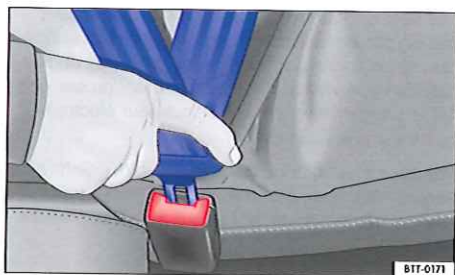

Fig. 65 Insertion du pêne de la ceinture de sécurité dans le boîtier de verrouillage.
- Insérez fermement le pêne dans le boîtier de verrouillage du siège correspondant ⇒ fig. 65.